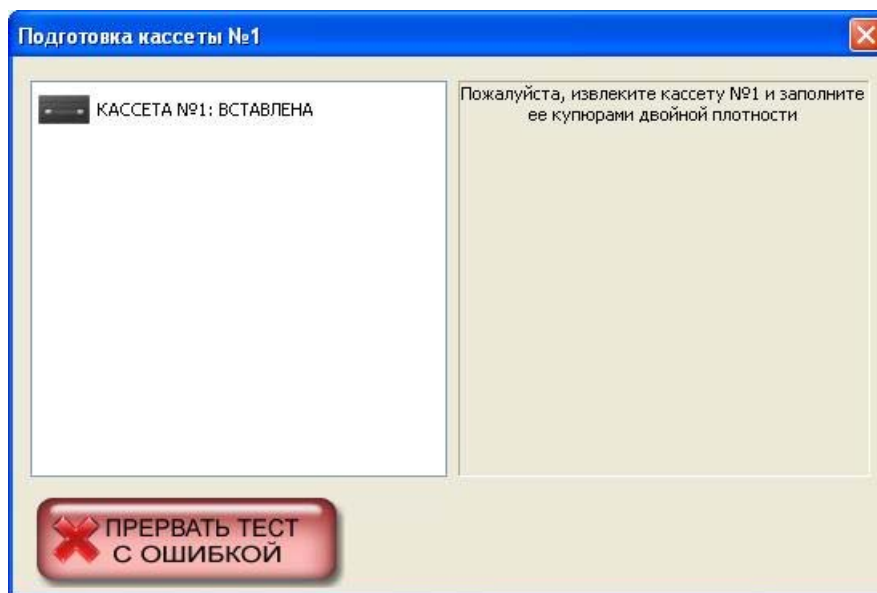
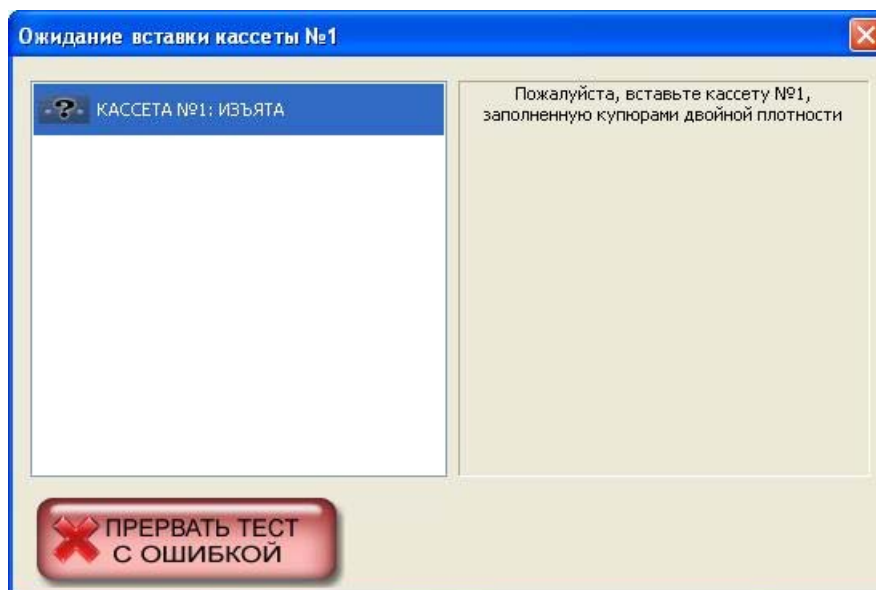

Рисунок 3.38 – Подготовка первой кассеты
Рисунок 3.39 – Ожидание вставки заполненной кассеты
- Разблокируем и просим извлечь первую кассету, загрузить в неё банкноты двойной плотности и вставить на место. Блокируем (Рисунок 3.38, Рисунок 3.39).